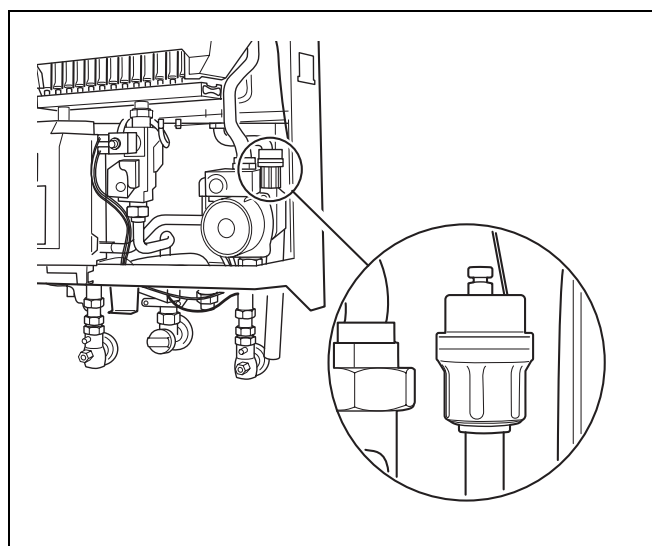

fig. 20 Dispositif de purge automatique
- Desserrer d'un tour le capuchon de la purge automatique (fig. 20) pour que l'air résiduel puisse s'échapper.